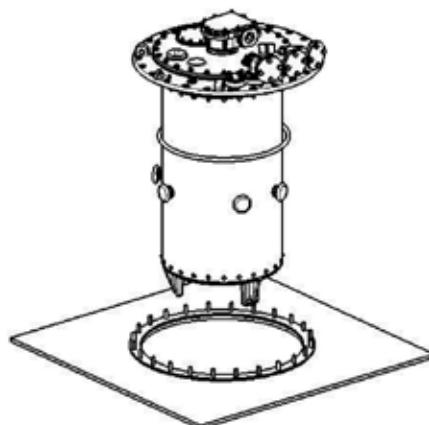

Рисунок 20 Монтажное отверстие
- 2) Поднимите масляный бак контактора за головку устройства РПН так, чтобы он оказался над монтажным фланцем трансформатора. Осторожно опустите его в бак трансформатора через монтажное отверстие на крышке (Рисунок 20).